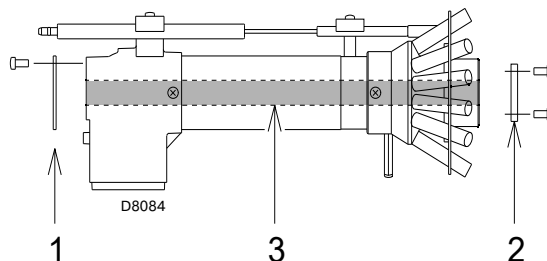

Рис. 19
- удалить внутреннюю трубу 3) (Рис. 19) и установить 1)-2) диски), поставляющиеся в комплекте.